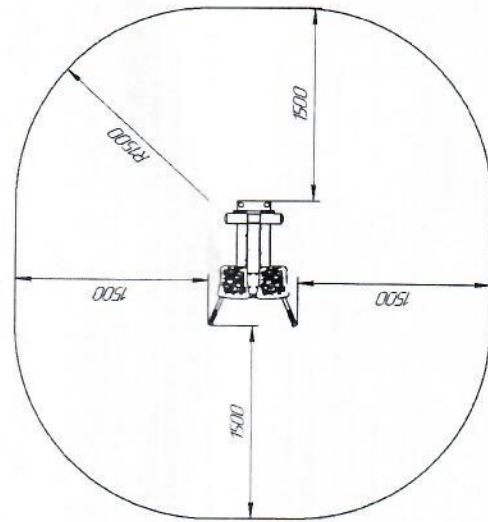

Рис. 2
1- зона для передвижения; 2- зона приземления (см. рис. 2);
12.1.3 Размеры минимального пространства для размещения оборудования и безопасные расстояния от оборудования до поверхности площадки указаны на рис. 2.